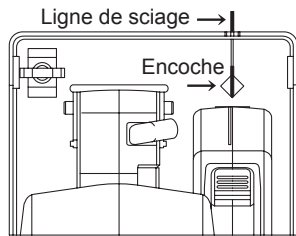

Fig. 7
1. Alignez la ligne de mire du sabot sur votre ligne de sciage. (Voir la fig. 7)